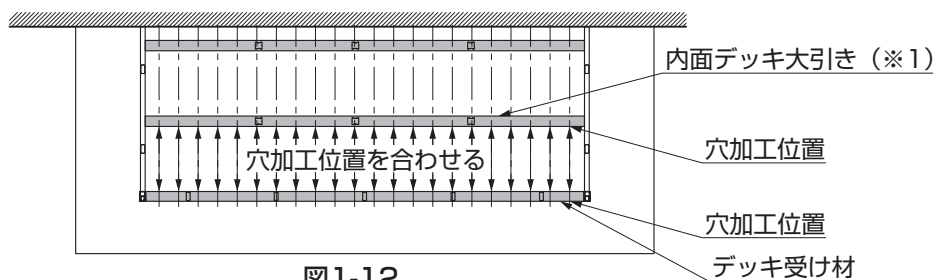

図1-12
- デッキ受け材の加工穴が配置済みの内面デッキ大引き(※1)の加工穴と位置が揃うように両端より切断してください(図1-12参照)
(2) 幅調整床板の加工